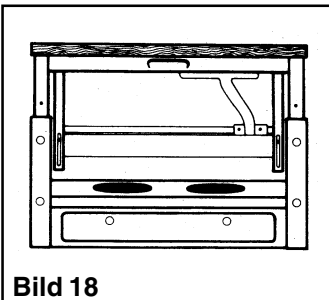

Bild 18
- Innere Abdeckung wieder einclipen und die beiden Metallfettfilter (zuerst den hinteren, dann den vorderen) einsetzen. **Bild 18.**